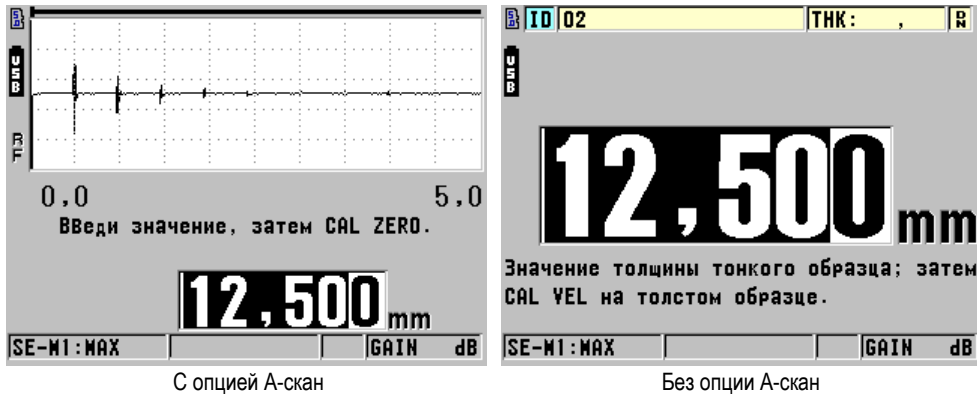

Рис. 5-5 Калибровка скорости звука на 5-ступенчатом образце
1. Для калибровки скорости звука в материале при наличии или без опции А-скана (см. Рис. 5-5 на стр. 60) выполните следующее: